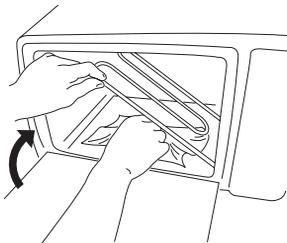

Abb. 10
Um zur Reinigung leichter an die untere Wand im Ofen zu gelangen, das Heizelement der Unterhitze (L) hochheben, indem Sie es zur rechten Wand hin anheben (siehe Abbildung 10).